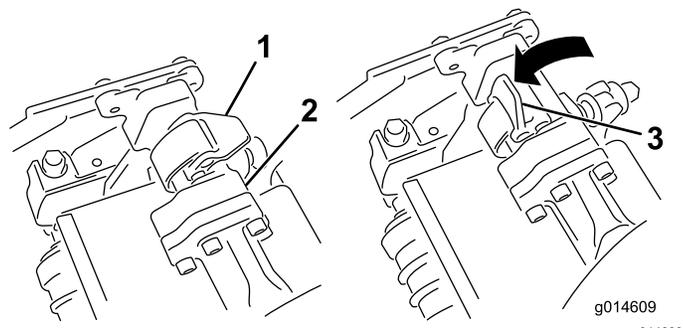
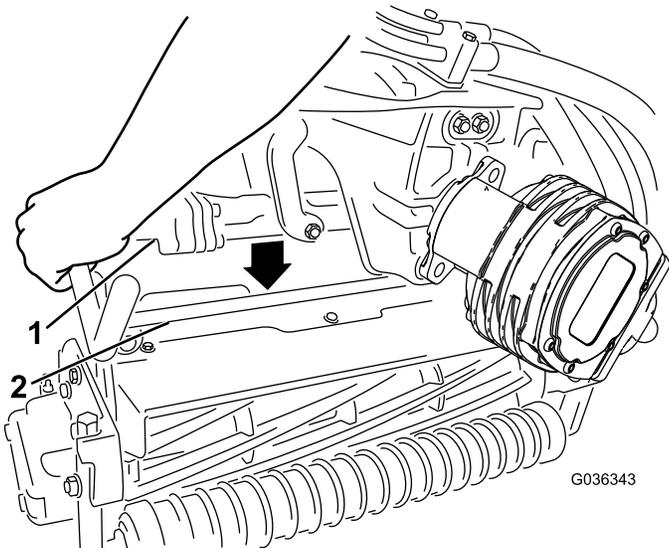

図 54
図 55
4. サスペンションアームのバーについているラッチを上向き開いた状態にして図 54、サスペンションアームを押し下げて、バーを、カッピングユニットのバーの上に被せるようにする図 55。
- ラッチを下げて閉じるとカuttingユニットのバーがロックされてユニットがアームにセットされる 図 54。
5. 取り外したいCuttingユニットのサスペンションアームのバーについているラッチを開く 図 54。